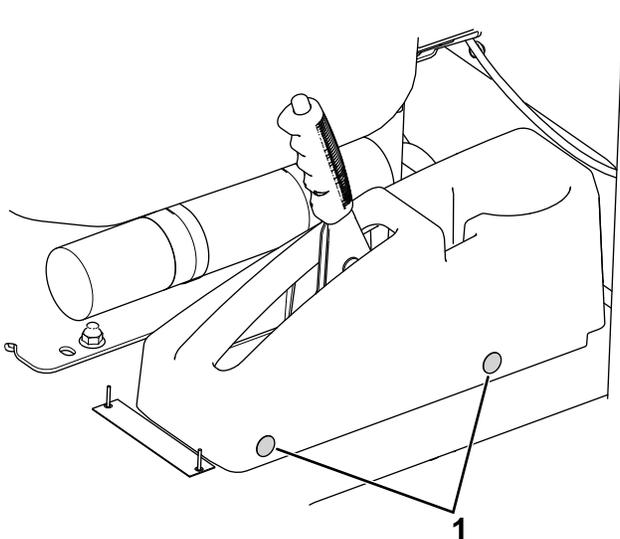

Figure 13
1. Retirez les fixations à pression qui maintiennent le couvercle du frein fixé au plancher (Figure 13).
9. Reposez le couvercle de frein à l'aide des 2 fixations à pression retirées précédemment (Figure 13).